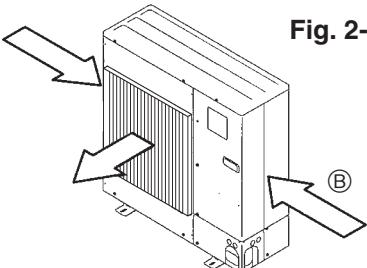

Fig. 2-5
- ③ Placer l'appareil de sorte que la sortie d'air souffle dans la direction perpendiculaire à celle des vents saisonniers, si celle-ci est connue. (Fig. 2-5)
- ④ Guidage d'air
⑤ Sens du vent